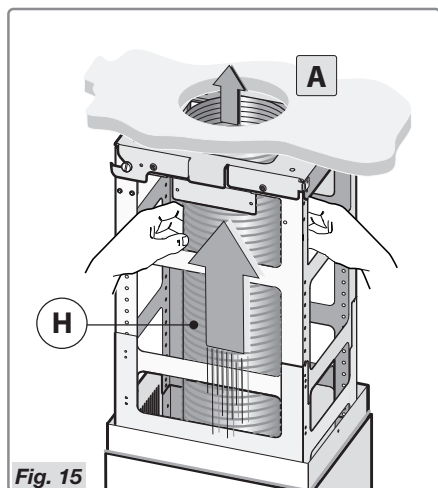

Fig. 15
- Sæt røret **H** (medfølger ikke) i luftudløbsåbningen **A** (fig. 15).